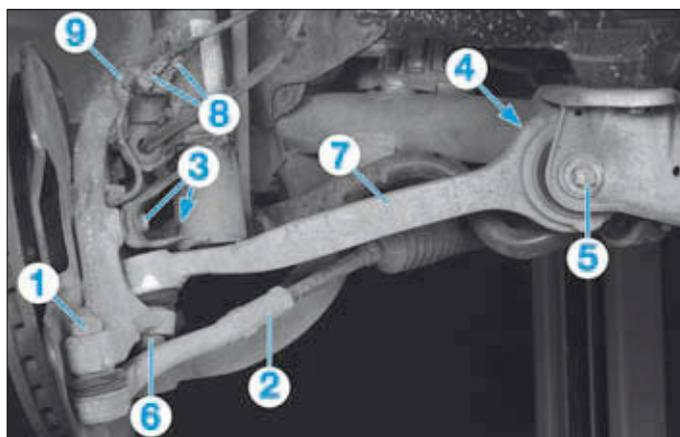

FIG. 19
- Serrer l'écrou (1) au couple qu'une fois le véhicule reposé au sol et sur ses roues.
- Déposer l'écrou (1) (Fig.19).
- A l'aide d'un arrache-rotule, extraire la rotule de direction (2) de la fusée.
- Déposer les vis (3) de l'élément de suspension sur la fusée.
- Déposer l'écrou (4).
**!** Lors de la dépose de l'écrou (4), la vis (5) ne doit pas tourner sous risque de détruire les ergots de fixation.
- Déposer la vis (5).
- Déposer l'écrou (6).
- A l'aide d'un arrache rotule, dégager le tirant (7) de la fusée.